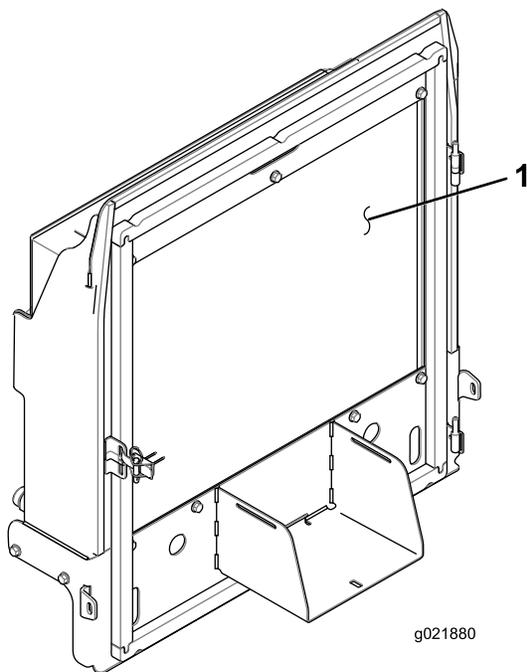

Figure 92
4. Nettoyez soigneusement les deux côtés du radiateur/refroidisseur d'huile à l'air comprimé (Figure 92).